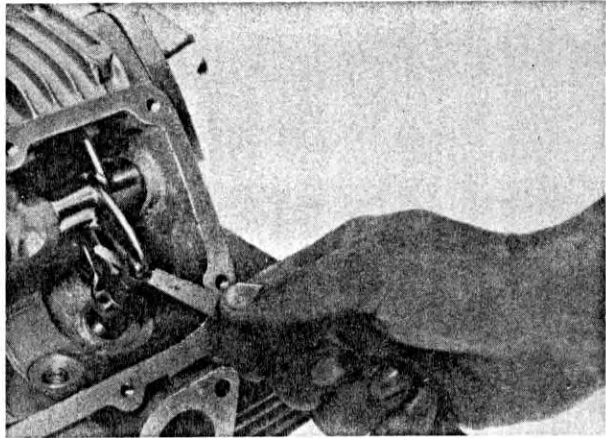

Fig. 1
A motore freddo, misurare mediante uno spessore il gioco tra valvole e bilancieri di apertura (fig. 1). Questa misura va effettuata quando il nasello dell'eccentrico di apertura è rivolto in direzione opposta a quella in cui si trova il pattino del bilanciere.
- Misurare con la massima attenzione il gioco esistente (fig. 1).
With a cold engine, measure the clearance existing between valve stem end and rocker arm tip, using a feeler gauge, as in fig. 1.
- Measure with high accuracy the existing clearance (fig. 1).